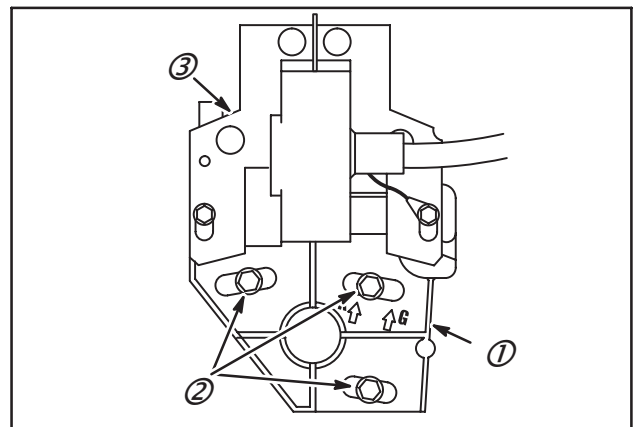

Fig. 17
Positionner le support de bobine d'allumage réglable (1) de sorte que les vis soient centrées (2) dans les boutonnières du support (moteurs à essence), Fig. 17. Bobine d'allumage avec ensemble de module Magneton®.